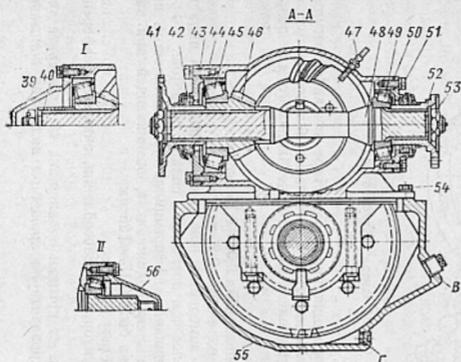

Рис. 48. Задний (средний) мост автомобиля Урал-375Д:
Главная передача однокоростная, двойная, проходного типа. Она состоит из пары конических шестерен 18 (рис. 48) и 46 со спиральными зубьями и пары цилиндрических косозубых шестерен 21 и 32. Общее передаточное число главной передачи автомобиля Урал-375Д и его модификаций — 8,9; автомобилей Урал-375Н и Урал-375СН — 8,05. Изменение передаточного числа получено за счет установки пары цилиндрических шестерен с различным числом зубьев. Редукторы с передаточным числом 8,05 дополнительно маркируются. Для отличия на торце зубчатого венца ведомой цилиндрической шестерни введена кольцевая проточка.
(рис. 48) моста. Не наполняйте картер выше контрольного отверстия *B* — это приводит к выбрасыванию масла через сальники и попаданию его в другие системы. Недостаточный уровень смазки вызывает ускоренный износ деталей главной передачи.
3. Последовательным удалением прокладок 25 (рис. 48) из-под крышки стакана, начиная с толщины 0,05 мм, определите момент начала возрастания усилия проворота вала и уберите дополнительно из-под крышки прокладку толщиной 0,1—0,15 мм. Усилие проворота вала должно быть 1,5—3,8 кгс.